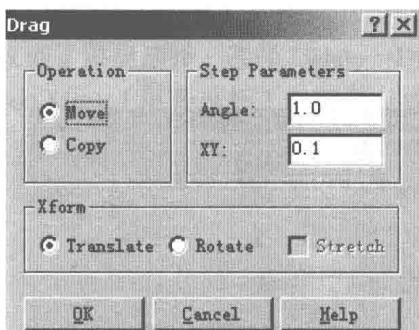

图 1-15
(14) 选取 Add→Ins，它有三个选项，方程式绘曲线、齿轮、列出全部图形资料。
(15) 在修整 (Modify) 的 Drag (拖动) 功能，增加了一个对话框，如图 1-15 所示。